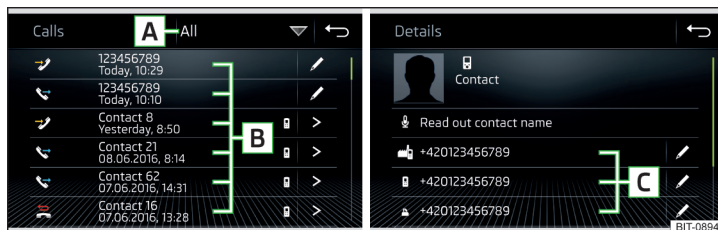

Fig. 192 Lista de llamadas / detalle del contacto
- En el menú principal *Teléfono* pulse la superficie funcional  , se muestra una lista de llamadas » fig. 192.
- > Visualización del detalle del contacto » fig. 192